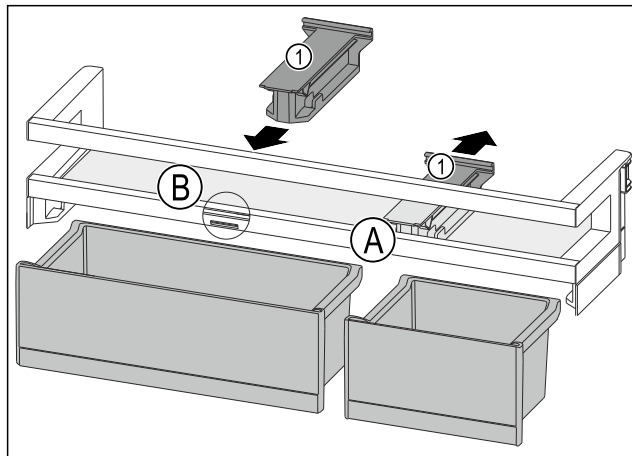

Fig. 122
- Træk holdesektionen Fig. 122 (1) tilbage i position Fig. 122 (A).
- Indsæt holdesektionen Fig. 122 (1) i position Fig. 122 (B).